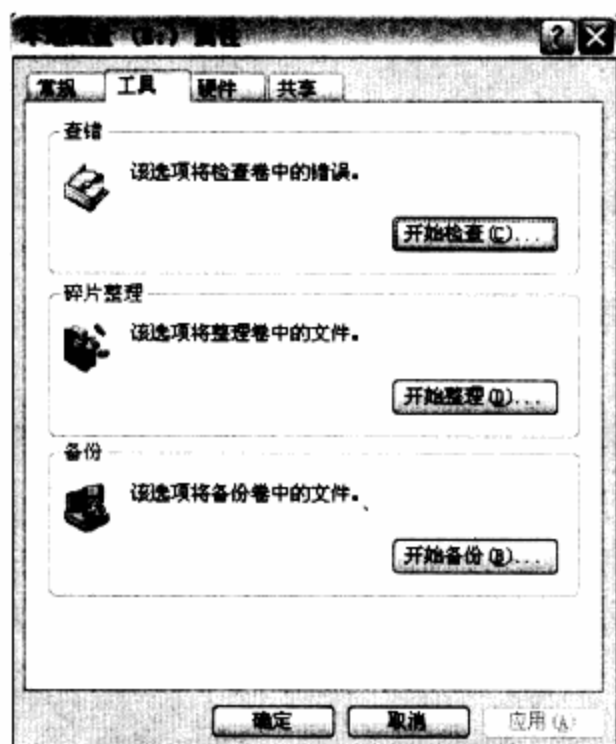

图7-2 E盘属性
**步骤 02** 在弹出的“本地磁盘 (E:) 属性”对话框中选择“工具”选项卡，单击“开始检查”按钮。如图7-2所示。